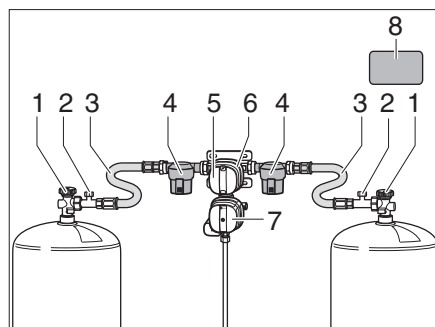
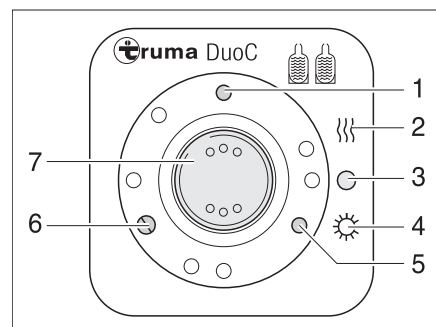
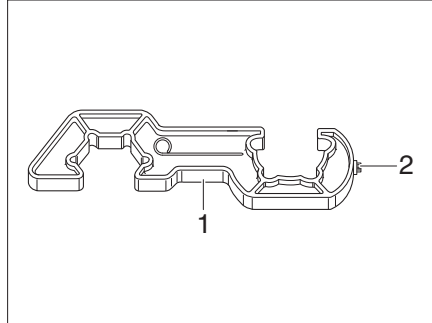
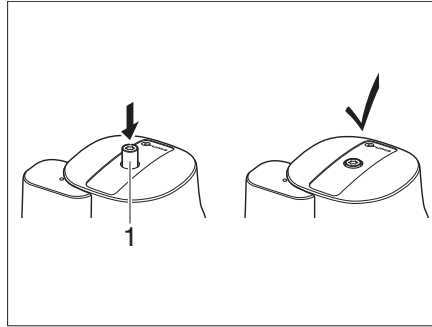

Bild 245 DuoControl-Umschaltanlage
Bild 246 Bedieneinheit
Bild 248 Schraubhilfe
Bild 249 Crashsensor
Die DuoControl-Umschaltanlage besteht aus einem Umschaltventil (Bild 245,6) und der Bedieneinheit (Bild 246). Das Umschaltventil ist zwischen den Hochdruckschläuchen (Bild 245,3) montiert. Mit dem Drehknopf (Bild 245,5) am Umschaltventil kann bestimmt werden, welche der Gasflaschen als Betriebsflasche und welche Gasflasche als Reserveflasche verwendet wird.
Das Umschaltventil (Bild 245,6) ist mit der Regler-Enteisungsanlage EisEx ausgestattet. So werden Störungen der Gasanlage im Winter vermieden.
Vor dem Umschaltventil befinden sich auf jeder Seite ein Gasfilter (Bild 245,4), der die Gasanlage vor Verölung und Verunreinigungen schützt.
An der Bedieneinheit (Bild 246) können nur die elektrischen Funktionen geschaltet werden. Die Haupt-Absperrventile (Bild 245,1) der Gasflaschen müssen von Hand geöffnet werden.
Das Umschaltventil gewährleistet einen konstanten Gasdruck, unabhängig davon, welche Gasflasche Gas liefert. Die zwei Kontroll-Leuchten an der Bedieneinheit zeigen den Füllstand der Betriebsflasche an. Wenn die grüne Kontroll-Leuchte (Bild 246,6) leuchtet, ist die Betriebsflasche voll. Wenn die rote Kontroll-Leuchte (Bild 246,5) leuchtet, ist die Betriebsflasche leer. Die Gasversorgung erfolgt dann über die Reserveflasche.
- Die Haupt-Absperrventile (Bild 245,1) an den Gasflaschen öffnen.
- Mit dem Drehknopf (Bild 245,5) am Umschaltventil (Bild 245,6) die Gasflasche wählen, der vorrangig das Gas entnommen werden soll (Betriebsflasche). Den Drehknopf immer bis zum Anschlag drehen.
- Den Wippschalter (Bild 246,7) auf "O" (Bild 246,3) stellen. Die gelbe Kontroll-Leuchte (Bild 246,1) erlischt.
- Die Haupt-Absperrventile (Bild 245,1) an den Gasflaschen schließen.
Die Kontroll-Leuchten an der Bedieneinheit (Bild 246,5 und 6) signalisieren im Fahrzeuginneren, ob die Betriebsflasche betriebsbereit ist.
Wenn die grüne Kontroll-Leuchte (Bild 246,6) während des Betriebs erlischt und die rote Kontroll-Leuchte (Bild 246,5) aufleuchtet, ist die als Betriebsflasche gewählte Gasflasche leer und muss gewechselt werden. Die Reserveflasche versorgt die Gasverbraucher weiterhin mit Gas.
- ▶ Zum An- und Abschrauben der Hochdruckschläuche die beiliegende Schraubhilfe (Bild 248,1) verwenden. Sie gewährleistet das nötige Anzugsmoment und verhindert Beschädigungen an der Verschraubung durch falsches Werkzeug.
- Das Haupt-Absperrventil (Bild 245,1) an der leeren Gasflasche schließen.
- Den Hochdruckschlauch (Bild 245,3) mit der Schraubhilfe (Bild 248) von der Gasflasche abschrauben.
- Die volle Gasflasche an den Hochdruckschlauch (Bild 245,3) anschließen.
- Das Haupt-Absperrventil (Bild 245,1) an der Gasflasche öffnen.
- Den Drehknopf (Bild 245,5) am Umschaltventil (Bild 245,6) mit einer halben Umdrehung so einstellen, dass die eben gewechselte Gasflasche als Reserveflasche dient.
- Knopf (Bild 245,2) für die Schlauchbruchsicherung am Hochdruckschlauch drücken, um sie zu aktivieren.
- Ggf. den Rückstellknopf (Bild 249,1) am Crashsensor drücken.
- ▶ Sicherheitsaufkleber (Bild 245,8) im Gaskasten beachten.
- Mit dem Torx T20 (Bild 248,2) an der Schraubhilfe den Entsicherungsknopf (Bild 249,1) eindrücken, leicht im Uhrzeigersinn drehen und 5 Sekunden lang halten.
Der Crashsensor ist betriebsbereit, wenn der Entsicherungsknopf (Bild 249,1) in der versenkten Stellung bleibt.
- Nach dem Wechsel der Gasflasche grünen Knopf (Bild 245,2) am Hochdruckschlauch (Bild 245,3) kräftig drücken.